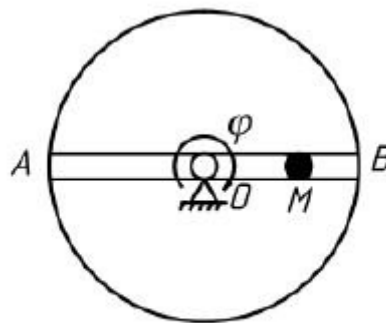

Рис. 2.3
3. Диск вращается вокруг оси, перпендикулярной к плоскости диска и проходящей через его центр, по закону $\varphi=t^2$. По пазу, вдоль диаметра AB движется ползун M по закону $s=OM=50\sqrt{2} \sin 2t$ (s – в см, t – в сек) (рис. 2.3). В момент $t = \pi/8$ сек определить: 1) абсолютную скорость ползуна; 2) его абсолютное ускорение.